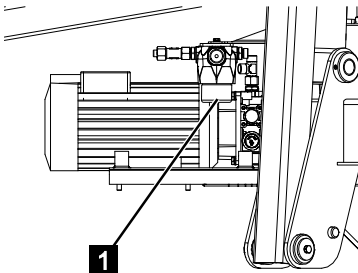

Abb. 148
2. Eine geeignete Auffangbehälter für Hydrauliköl unter den Filter (Abb.148/1) stellen.
3. Filtertopf (Abb.148/1) abschrauben.